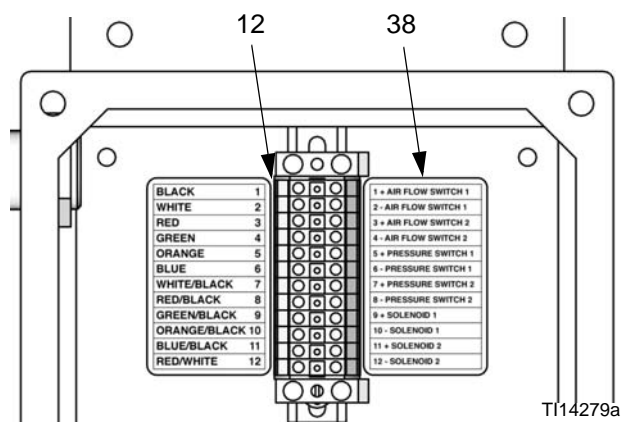

FIG. 5. Raccorder l'interrupteur de pression à la bande à bornes
2. Raccorder les fils du PS#1 à droite de la bande à bornes (12) broches 5 (+) et 6 (-), comme indiqué par l'étiquette (38). Voir FIG. 5 et Tableau 1.
3. En cas d'utilisation d'un deuxième boîtier de rinçage du pistolet, raccorder les fils du PS#2 à droite de la bande à bornes (12) broches 7 (+) et 8 (-), comme indiqué par l'étiquette (38). Voir FIG. 5 et Tableau 1.